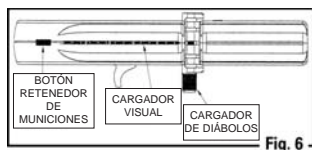

Fig. 6
- Empuje hacia adelante el botón retenedor de municiones para mantener las municiones dentro del cargador (Fig. 6).